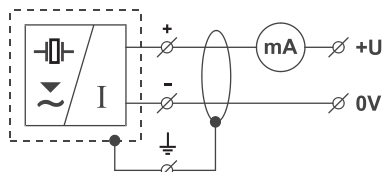
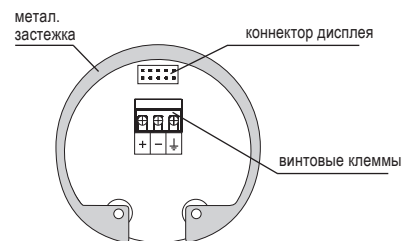

Рис. 14: Схема присоединения измерителя уровня с токовым выходом ULM-70_--_I
Рис. 15: Вид изнутри на винтовые клеммы измерителя уровня с выходным током ULM-70_--_I
5. Согласно схеме, приведенной на рис. 14 (16), присоединить кабель к винтовым клеммам рис. 15 (17). Терминалы и кабельные вводы надежно затяните. Крутящий момент см. Технические данные стр. 28.